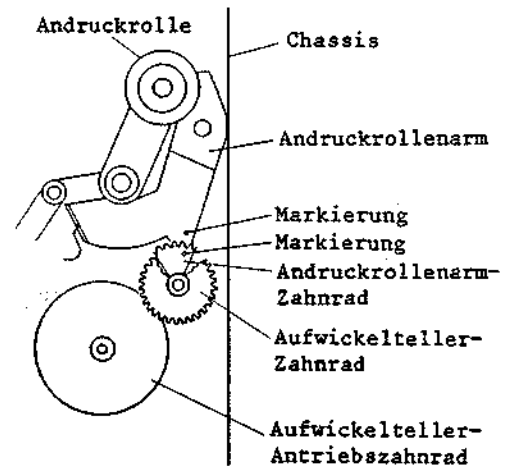

Abb. 3-4
### 4. Kontrolle der Position des Andruckrollenarmes (Abb. 3-4)
2. Darauf achten, daß die Markierungen auf dem Andruckrollenarm und dem Andruckrollenarm-Zahnrad übereinstimmen (siehe Abb. 3-4).